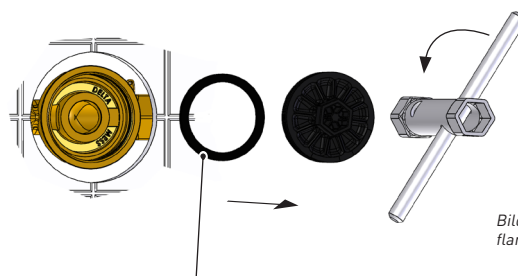

Bild 1 (Demontage Blindflansch)
- Blindflansch mit Steckschlüssel herausschrauben, bei Unterputzmontage vorher die UP-Einputzhaube abziehen (Bild 1).